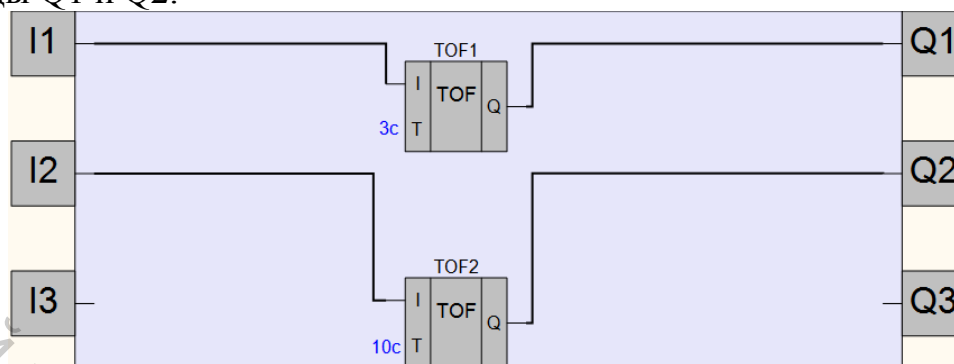

Рисунок 45 – Программа для ПР100 в OWEN Logic
2.2. Соберите схему представленную на рис.45. Основными элементами схемы являются: входы I1 и I2, таймеры задержки выключения сигнала TOF1 и TOF2, выходы Q1 и Q2.